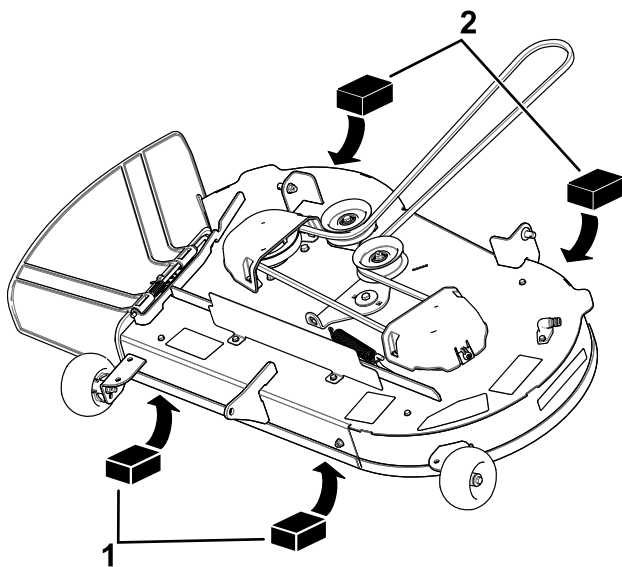
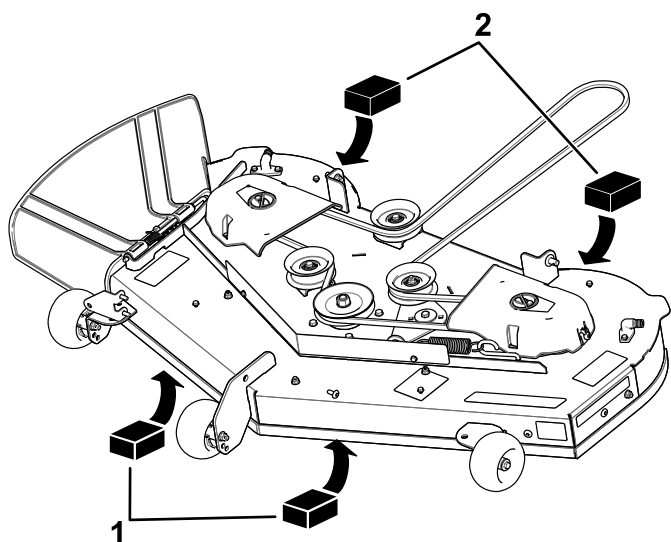

**Figure 68**
**Figure 69**
4. Placez 2 cales de 6,6 cm d'épaisseur chacune sous chaque côté du bord avant du plateau de coupe, mais pas sous les supports des galets anti-scalp (Figure 68 ou Figure 69).
5. Placez 2 cales de 7,3 cm d'épaisseur chacune sous le bord arrière de la jupe du plateau de coupe, une de chaque côté (Figure 68 ou Figure 69).